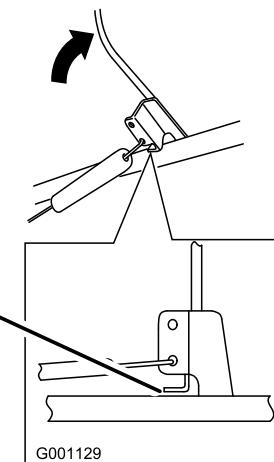

Figure 19
2. Vérifiez que la barre de commande et le guidon sont espacés de 2 à 3 mm (Figure 19). Pour régler le câble, reportez-vous à la section Réglage du câble ci-dessous.